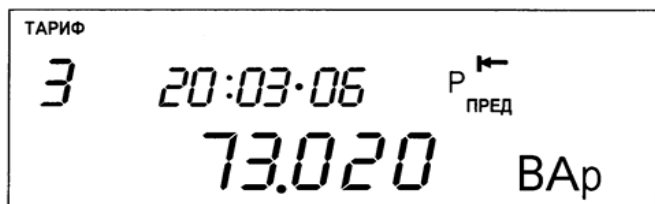
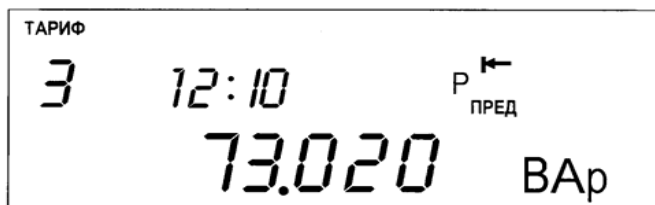

Рисунок 5.4
Рисунок 5.5
На рисунках показано максимальное значение (73.020 Вар) реактивной (P) отпущенной (←) мощности четвертого канала вычислителя зафиксированное по третьему тарифу (тариф 3) 20 марта 2006 года (20:03:06) (рисунок 5.4) с началом времени усреднения 12 часов 10 минут (12:10) (рисунок 5.5). Дата и время отображаются попеременно с интервалом 1 с. Если значение дня даты равно нулю значит максимум в данном месяце по данному тарифу зафиксирован не был.